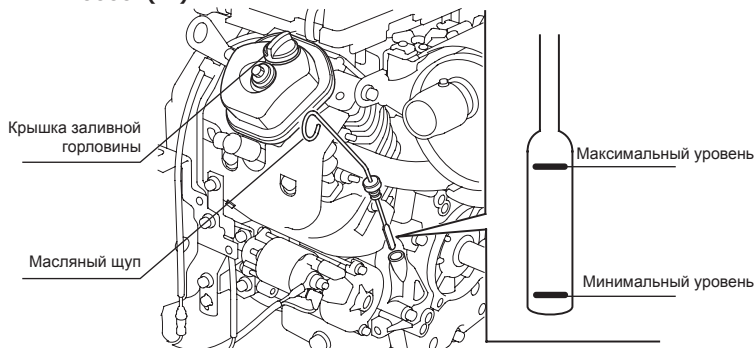

рис. 4
Каждый раз перед запуском двигателя генератора и каждые пять часов работы генератора проверяйте уровень масла в двигателе. Поддерживайте уровень масла между отметками Min и Max на масляном щупе (рис. 4).
- Отверните и извлеките масляный щуп. Проверьте уровень масла. Медленно долейте масло до нужного уровня по меткам на щупе или краю маслозаливной горловины (рис. 4).